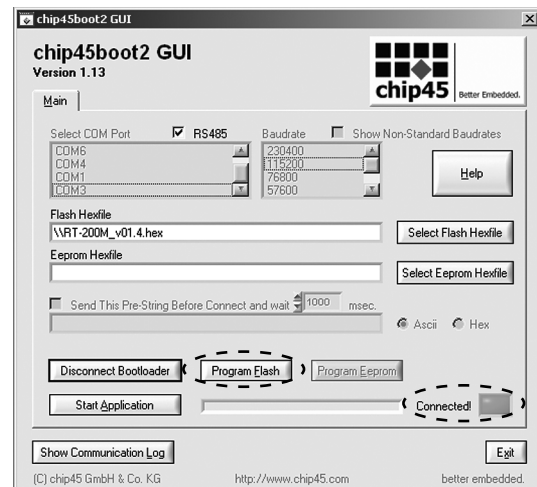

Рис. 26.
8. Проверить «соединение» программы с регулятором, сообщение – «**Connected**» + «**зеленый индикатор**», Рис. 26;